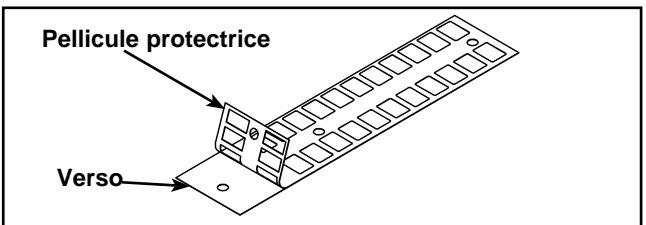

Figure 17
- A. Détachez lentement et avec précaution le verso de l'autocollant. Reportez-vous à la figure 17.